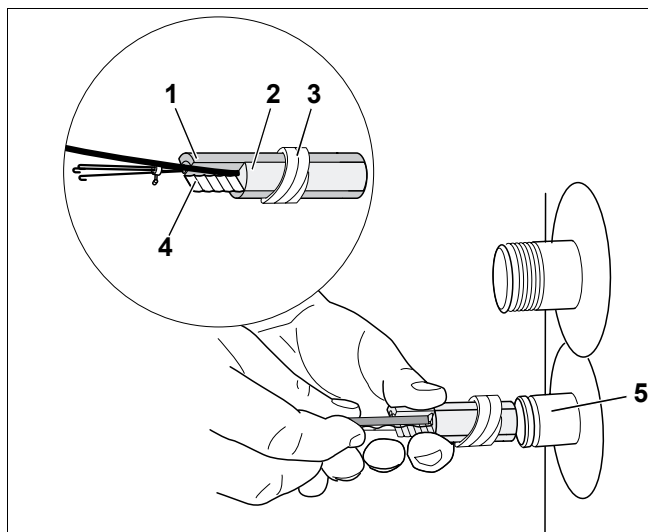

Рис. 7 Установка датчика горячей воды
- Комплект с датчиком (рис. 7, **поз. 1 - 4**) вставить до упора в гильзу (рис. 7, **поз. 5**). При этом пластмассовая спираль (рис. 7, **поз. 3**), прижимающая датчик, автоматически сдвигается назад.
Компенсационная пружина (рис. 7, **поз. 4**) создает контакт между гильзой и поверхностью датчика, что обеспечивает надежную передачу температуры.